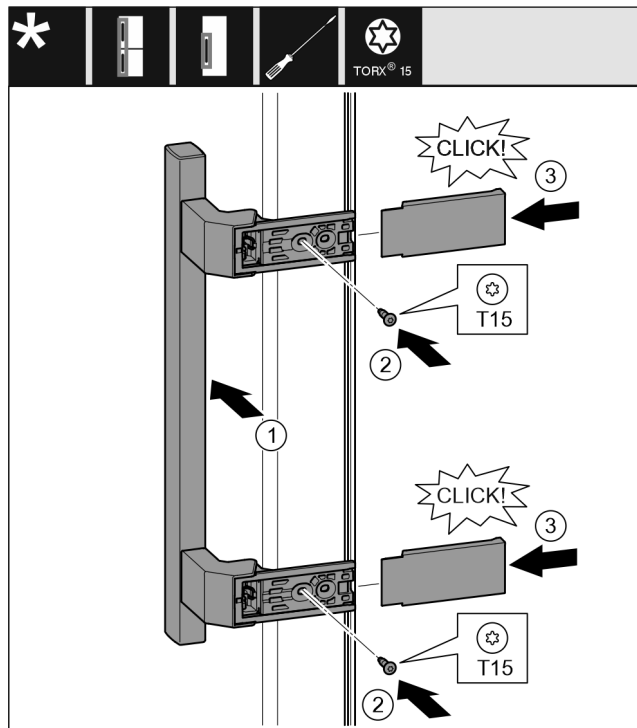

Fig. 18
- ▶ Εφαρμόστε τη λαβή στην απέναντι πλευρά. Fig. 18 (1)
- ▶ Σφίξτε τις βίδες με κατσαβίδι T15. Fig. 18 (2)
- ▶ Εφαρμόστε στο πλαίσι τα καλύμματα και τοποθετήστε τα. Fig. 18 (3)